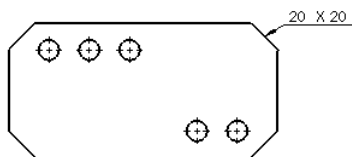

图 6.3.19 “距离×距离”样式
- **1x1** 按钮: 倒角尺寸样式以“距离×距离”的样式显示, 如图 6.3.19 所示。